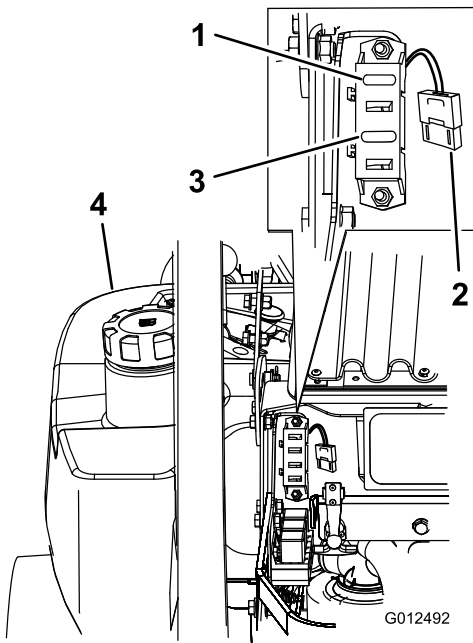

Figura 76
1. Desenganche el capó del motor y levántelo para tener acceso al portafusibles (Figura 76).
3. Instale un fusible nuevo (Figura 76).